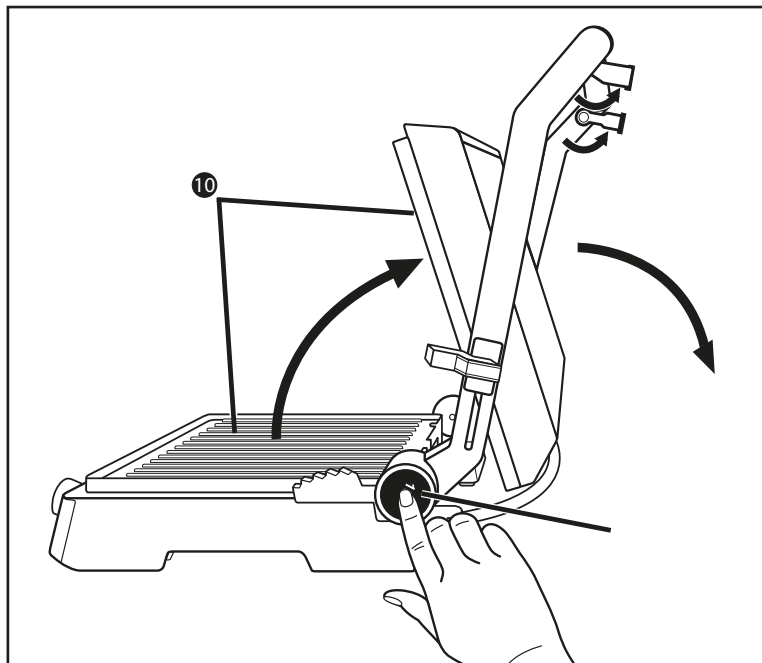

Fig. 1
- 1) Despliegue ambos pies de apoyo ❶ (fig. 1).
- 2) Pulse el botón de desencastre 180° ❸ (fig. 1) y abra la tapa del aparato hasta que ambas placas de calentamiento ❷ puedan utilizarse como grill de mesa.